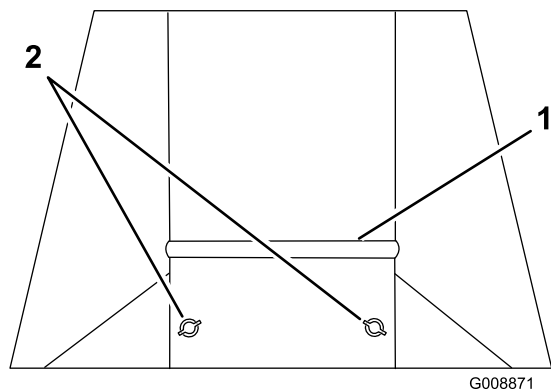

Figura 9
2. Afloje las 2 tuercas de la placa de condiciones de siega y deslice ésta hacia arriba si está segando hierba corta y seca, o hacia abajo si está segando hierba larga y mojada (Figura 9).